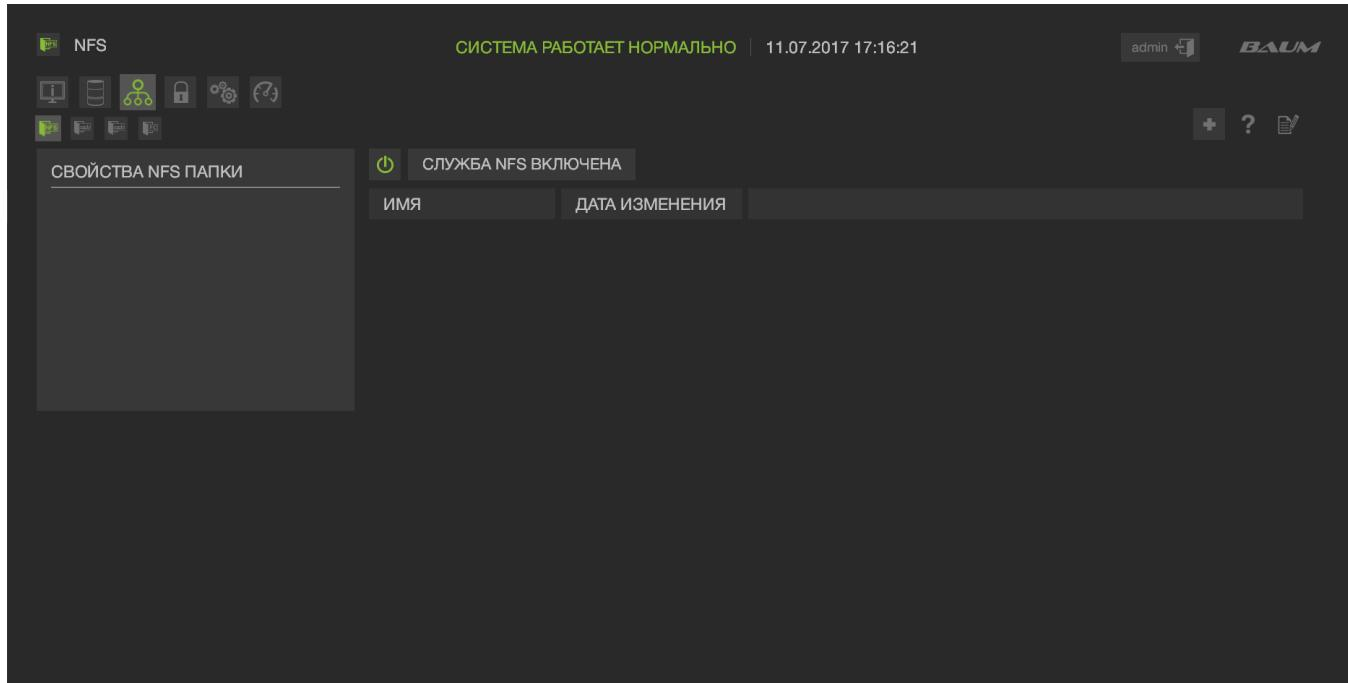

Рисунок 15 – Статус службы NFS
- 1) Перейти на вкладку «Протоколы» → Выбрать нужную службу (см. Рисунок 15).